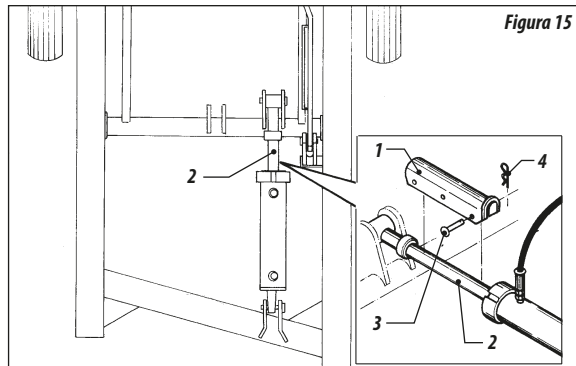

Figuras 14
07 - Depois, faça a fixação da corrente de tração (12) no cabeçalho de engate (5) e no trator somente quando for transportar ou trabalhar com a **CRI 44 discos**, figuras 14.